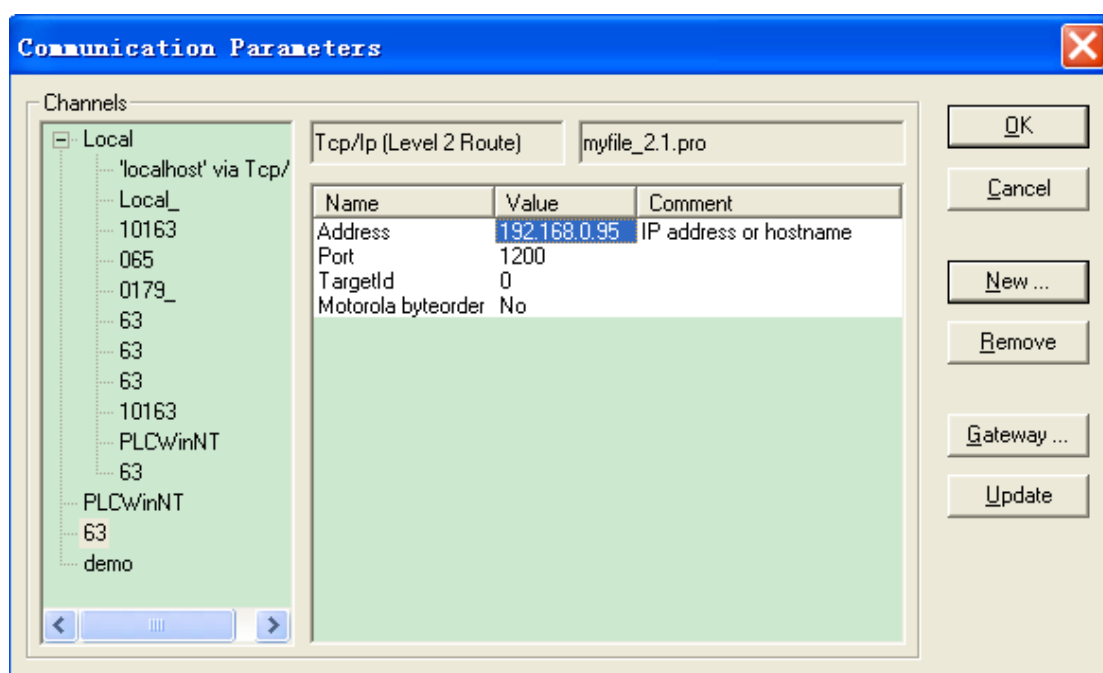

图 3-22
3) 在图3-22 所示的窗口中, 设置“Address”值后回车, 使其与控制器的IP地址相同, 单击“OK”完成通讯参数设置。